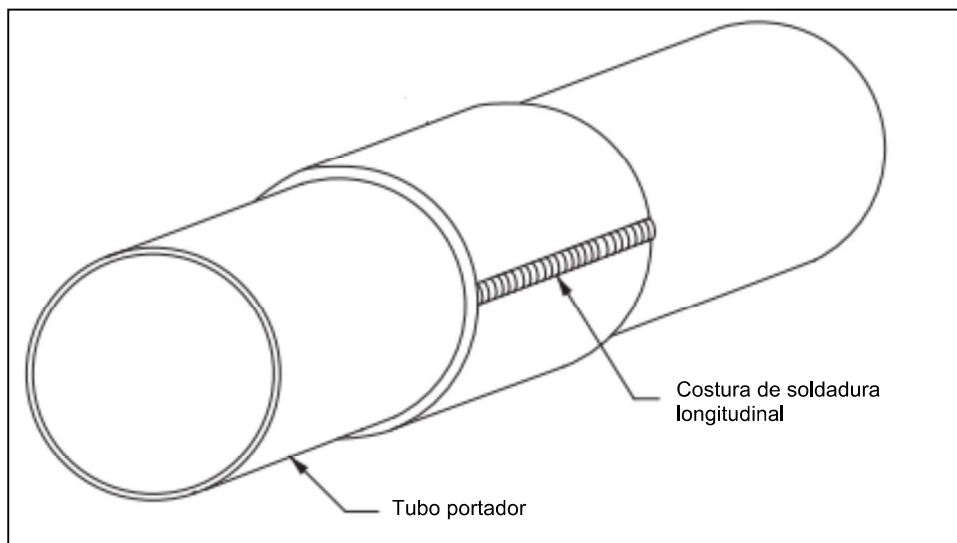

Figura 4
4. Suelde las uniones longitudinales como se muestra en la Figura 4. Esto puede ayudar a jalar las dos mitades de la silleta firmemente alrededor del tubo. Verifique que las tiras de respaldo de acero al carbono estén completamente detrás de cada unión longitudinal antes de soldar. Comience la raíz y las pasadas de relleno posteriores en el centro y avance hacia el extremo de las camisas. Se recomienda la aplicación de cordones rectos. Escalone todos los arranques y paradas.